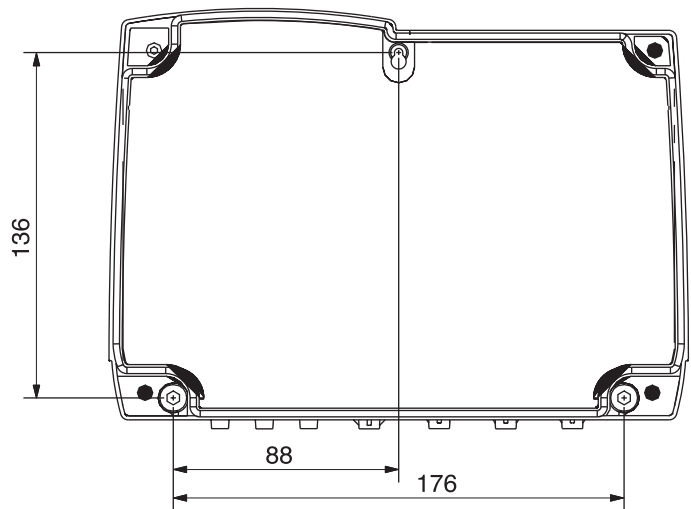

Abb. 2 Bohrschablone (Maße in mm)
- ▶ Zuerst die Bohrlöcher an der Wand anzeichnen (siehe Abb. 2 „Bohrschablone (Maße in mm)“).